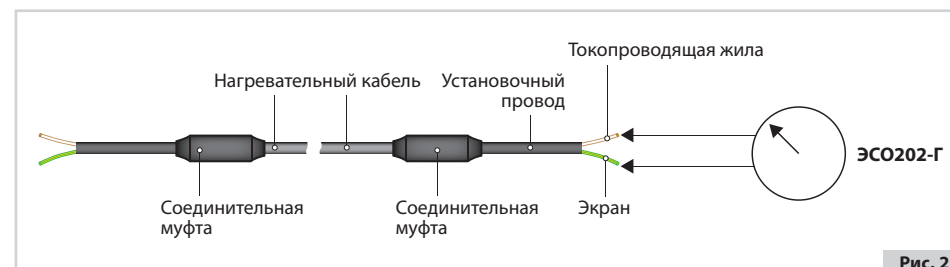

Рис. 2
4.5. До и после монтажа секции нагревательной (а в случае использования в стяжке также после её заливки) необходимо проверить электрическое сопротивление нагревательных жил и сопротивление изоляции (рис.2), результаты занести в Протокол измерений – Приложение 1 настоящего Руководства по эксплуатации. Допускается вместо заполнения Приложения 1 заполнение протокола испытаний по формам 13 и 15 ВсН 123-90.